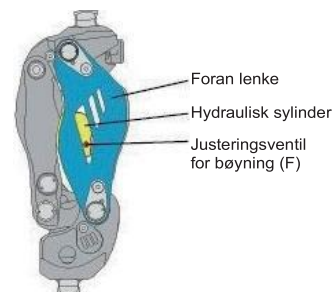
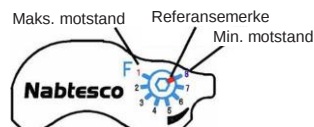

Fig. 11 Plasseringen av bøyingsjusteringsventilen
Fig. 12 Gradert skala for justering av bøyingsventilen
Som vist i fig. 11 er bøyingsjusteringsventilen (F) plassert til høyre sett fra brukeren. Som vist i fig. 12 er skalaen gradert fra "1" til "8". "1" tilsvarer den høyeste hydrauliske motstanden, og "8" tilsvarer den laveste. (Referanse) Fabrikkinnstilling: "8"